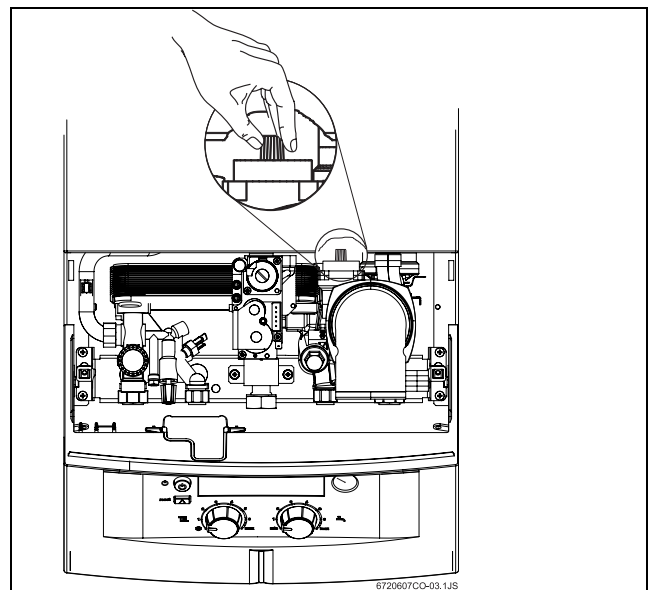

Fig. 17 Purgador automático
- Para evacuar el aire del aparato empleando el purgador automático que incorpora, abrir el tapón del mismo (Fig. 17).